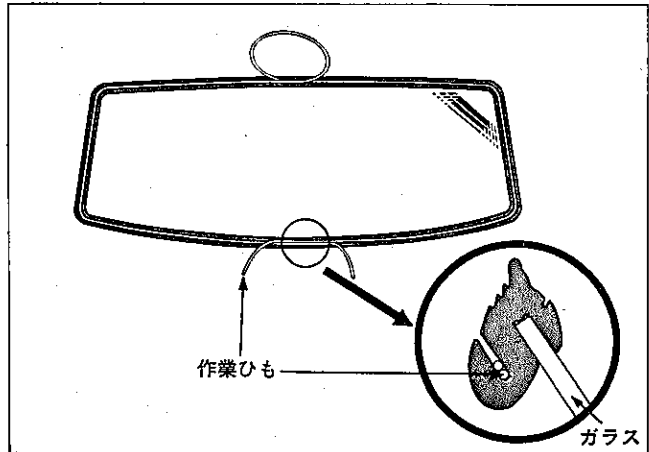

図15-1-47 作業ひも取り付け
- (3) 作業ひもを図15-1-47のように、ウェザストリップに巻き付ける。